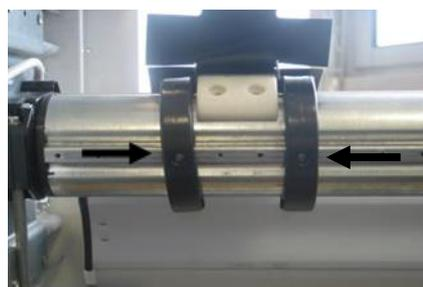

Figure 8
- Tirer le tablier vers le haut en le déroulant, placer les DVA sur l'axe et insérer l'attache à l'axe dans les trous des bagues. Resserrer les bagues (*Figure 8*)